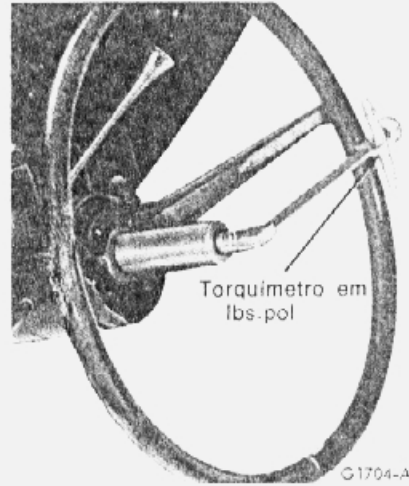

fig. 3 — verificação da pré-carga do mecanismo da direção
3. Medir a pré-carga do rolamento do sem-fim com um torquímetro, com escala em libras.polegadas, colocado na porca do volante da direção (fig. 3). Com o volante da direção fora da posição central, ler o torque necessário para girar a árvore do sem-fim de 1 1/2 voltas, para qualquer dos lados. Se o torque ou pré-carga não estiver dentro da especificação fazer o ajuste descrito no item seguinte.